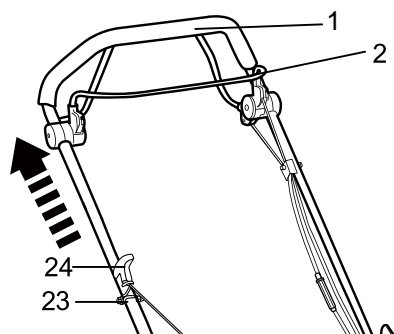

Fig. 13
1. Tirer la barre de freinage (2) contre la poignée (1).
2. Tirer doucement la poignée du lanceur (24) et la placer dans le guide-cordon (23) sur le côté droit de la poignée supérieure (4) pendant l'utilisation. Ne pas retirer le cordon du guide-cordon pendant le démarrage du moteur (Fig. 13).